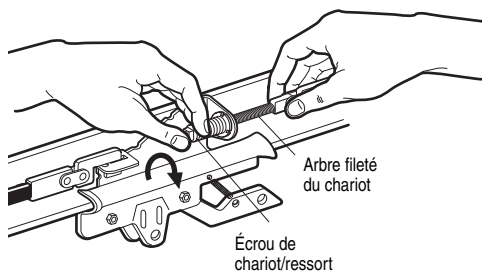

Figure 1
- Visser et serrer à la main l'écrou de ressort du chariot sur l'arbre fileté jusqu'à ce qu'il soit contre le chariot (Figure 1). Ne pas utiliser d'outils.